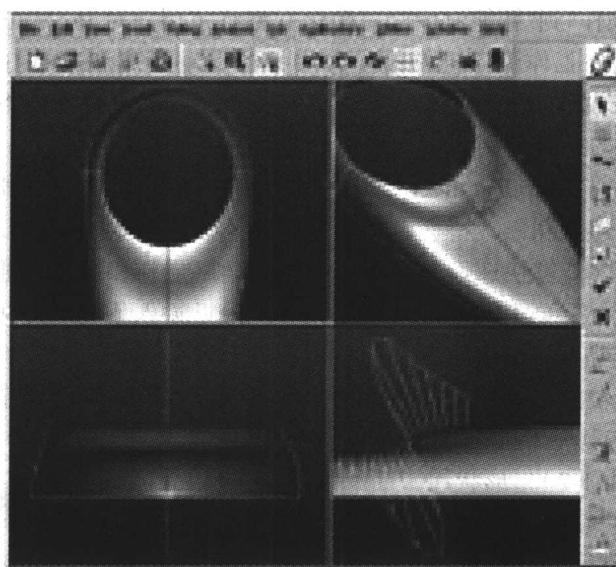

图 1-3 曲面建模
(1) 互动式曲面处理 互动式曲面处理扩展功能 (ISDX) 开拓了用户的创造力。曲线和曲面直接建模功能具有自由、互动的用户体验过程，对于进行美学造型、复杂的技术性几何体、空气动力学曲面或反向造型设计的人来说，它极其理想。曲面建模如图 1-3 所示。ISDX 为实体建模、参数化曲面建模和自由形式美学曲面建模的无缝结合，提供了一个高性能的设计环境，使用起来轻松愉快，这是松散地集成在一起的离散应用所无法比拟的。依靠一种单一的软件产品就可以创建称心如意的、适合制造的设计。